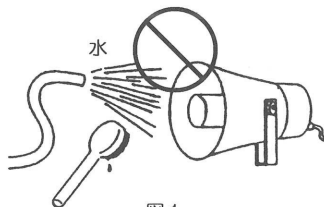

図1
- ① ホーンスピーカを洗浄のためにホーン開口部にホース等で直接水を注入するようなことは避け下さい。ドライバー部に浸水し故障の原因になることがあります。(図1)